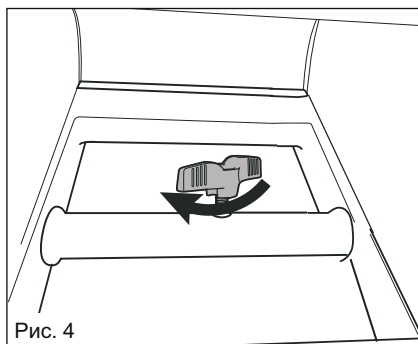

Рис. 4
4. Наденьте второе колесо (12) на выступающий конец оси (16) и закрепите на месте шайбой и гайкой колеса. Затяните гайку.
Примечание: При затягивании барашкового болта на раме оси (рис. 4) ось (16) будет удерживаться на месте и позволит полностью затянуть гайки колеса.